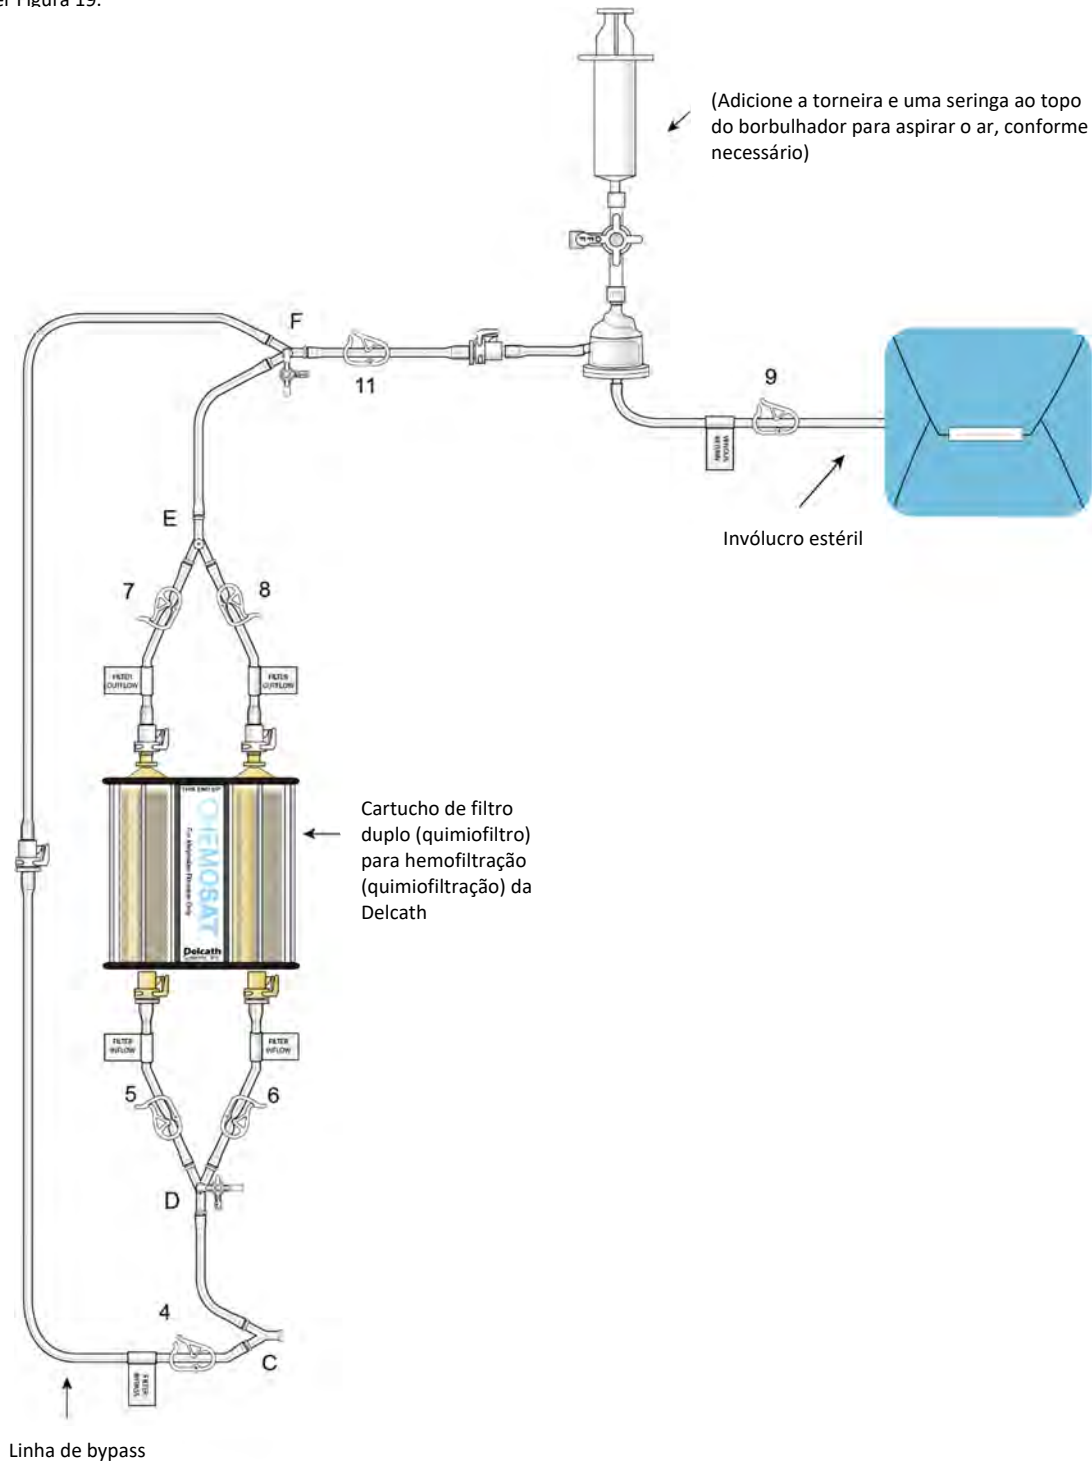

Figura 19
- (d) Encha a linha de retorno venoso e o borbulhador abrindo os clampes 4, 11 e 9; ligue a torneira ao borbulhador e utilize uma seringa para aspirar o ar, conforme necessário, ver Figura 19.